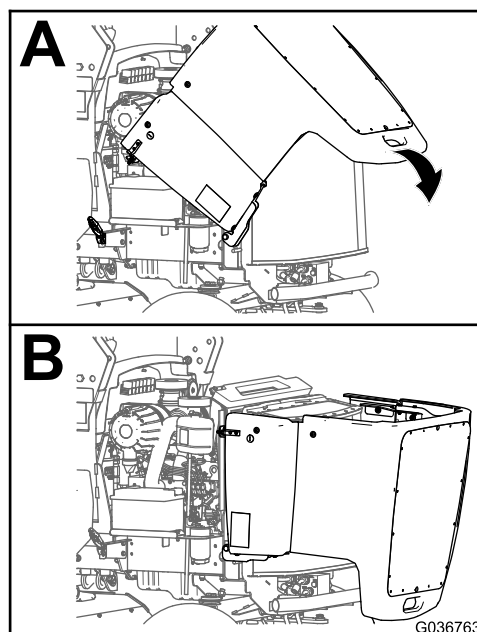

Figura 4
3. Rode cuidadosamente o capot para trás e para baixo (Figura 4).